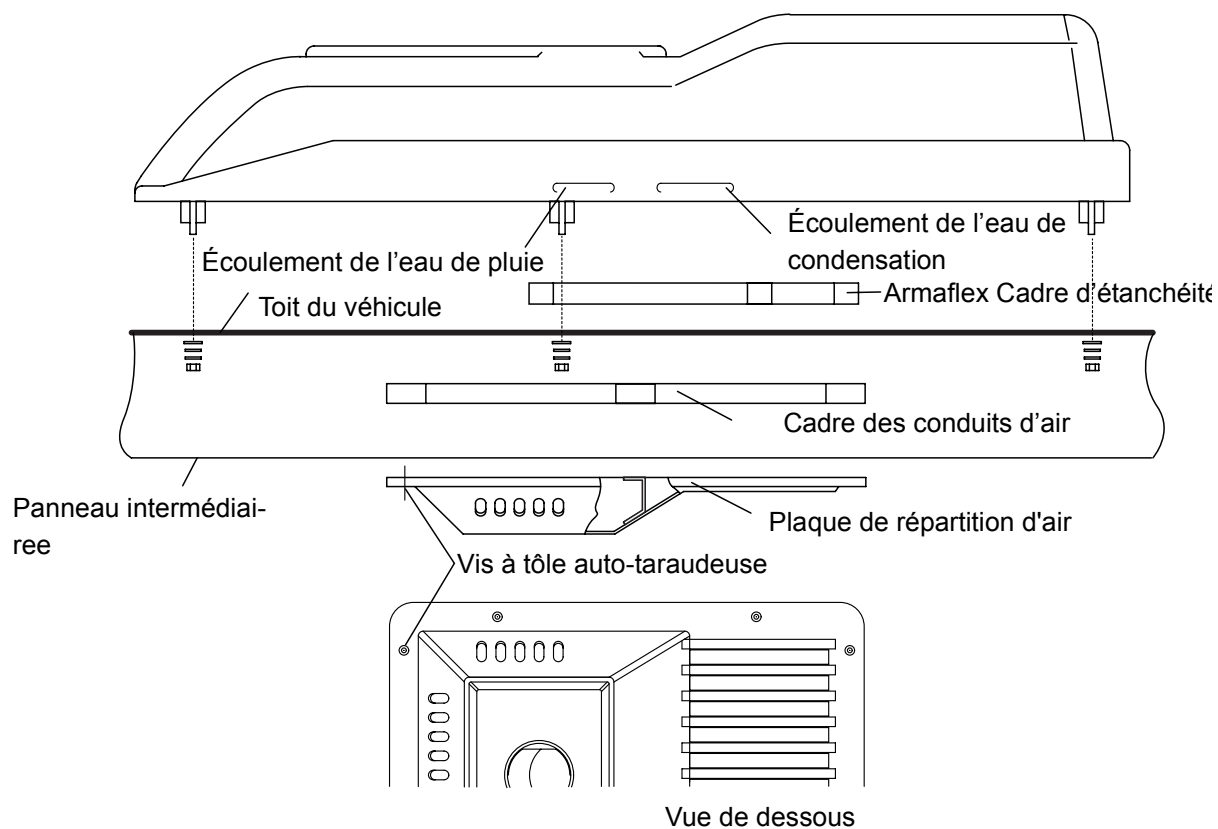

Fig. 4.3
- Préparer l'intérieur du toit de manière à pouvoir monter la plaque de répartition d'air sous le toit (voir figure 4.3).
- f) Coller le cadre d'étanchéité sur le toit suivant fig. 4.3 à l'aide du produit Sikaflex 221 contenu dans le kit de montage.
- h) Poser la plaque de base sur le toit (cadre d'étanchéité), l'aligner, positionner les silentblocks sous les 9 points de fixation et insérer les 9 vis M8 (avec les rondelles) à travers les trous (fig. 4.3).
- m) Positionner la plaque de répartition d'air conformément à la figure 4.3 et la fixer avec 10 vis à tôle auto-perforantes au panneau intermédiaire du toit ou à des tôles de maintien appropriées éventuellement confectionnées soi-même. Si vous avez commandé le filtre de circulation d'air en option, celui-ci est à insérer dans la zone d'aspiration de la plaque de répartition d'air.